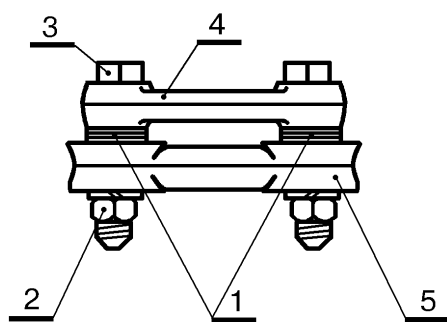

Рисунок 3 - Узел регулировки углов развала и продольного наклона оси поворота передних колес автомобилей LADA 2121, 21213, 21214, 2131 и их модификаций:
4.1 Отрегулировать углы продольного наклона оси поворота и развала колес. Регулировку производить путем изменения количества регулировочных шайб 1, рисунок 3, на болтах 3 согласно таблице 5.